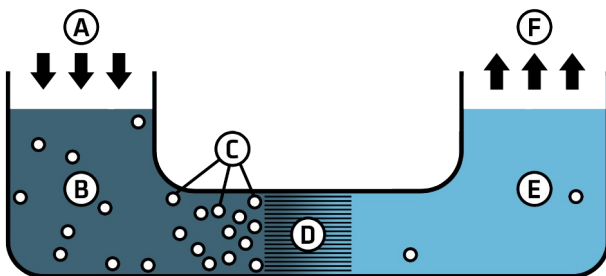

Abb. 4.1 Prinzip der Meerwasserentsalzung. Q: wikicommons.org (verändert). A: Colby Fisher
wandern, in dem die gelösten Stoffe bereits geringer konzentriert sind. **Umkehrosmoseanlagen** werden beispielsweise eingesetzt, um in einem Labor aus Leitungswasser demineralisiertes bzw. mineralarmes Wasser herzustellen. Auch kann mit diesem Verfahren z.B. Meerwasser zu Trinkwasser aufbereitet werden (vgl. Abb. 4.1).
4.1 Beschriften Sie Abb. 4.1